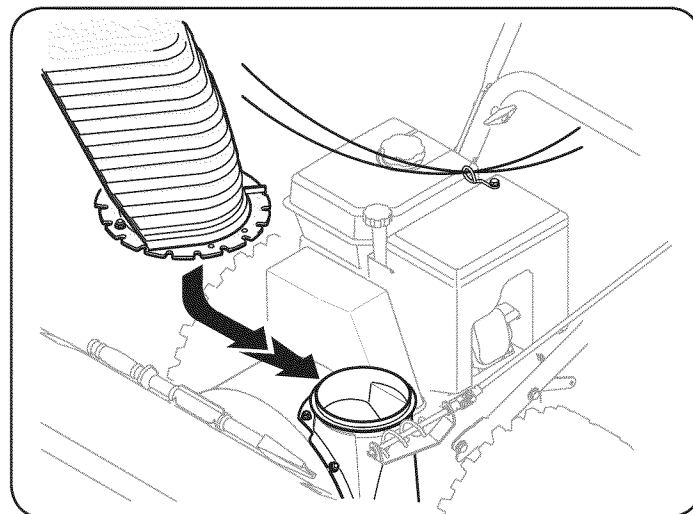

Figura 4
3. Lugar de reunión en la tolva de base como se muestra en la Figura 4. Asegúrese de que la tolva de realizar muescas con la espiral final de la tolva de control direccional, y los dos están por debajo de la brida de mantenimiento de la brida de la base de la tolva.